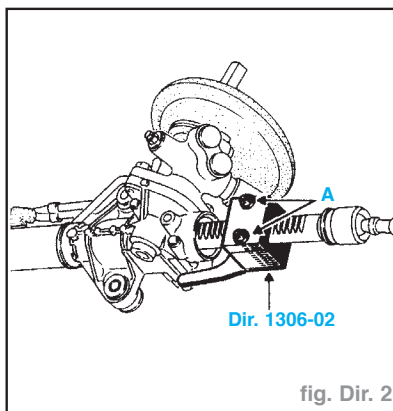

fig. Dir. 2
- Mettre en place sur la denture du barreau côté valve et serrer les deux vis (A) (fig. Dir. 2)